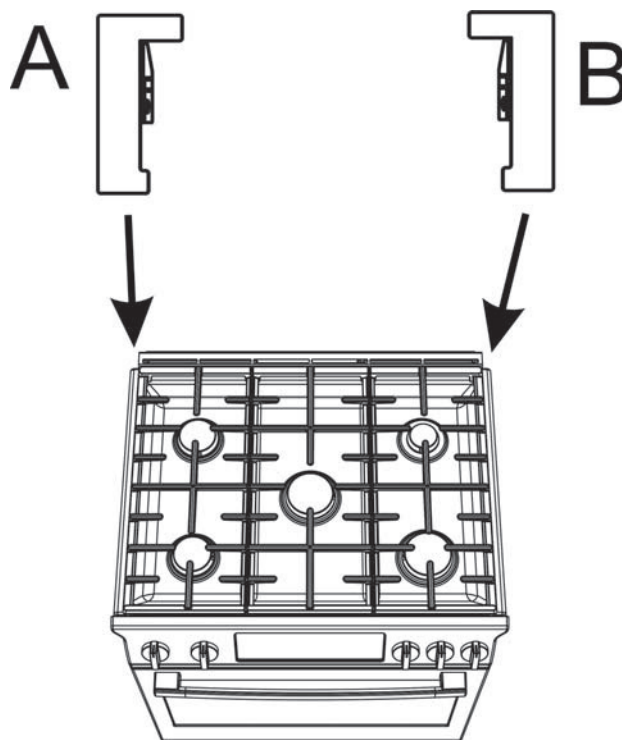
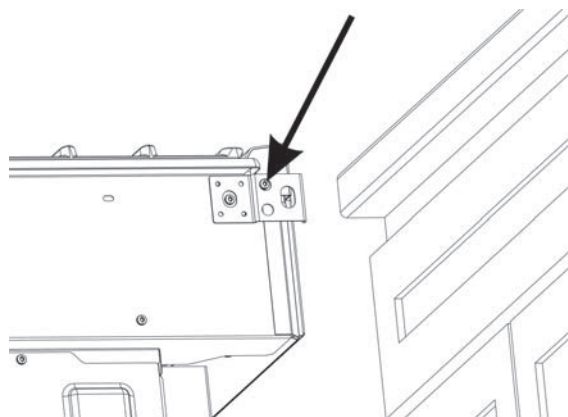

Figure 1 : Identifier les cache-coins droits et gauches
Figure 2 : Emplacement des vis latérales de la garniture arrière
IMPORTANT! Si la cuisinière est déjà installée, peut-on la faire glisser suffisamment vers l'avant pour pouvoir accéder aux vis latérales de la garniture arrière ? Voir Figure 1 : Identifier les cache-coins droits et gauches et Figure 2 : Emplacement des vis latérales de la garniture arrière.
2. Identifiez le cache-coin qui doit être fixé à gauche (A) et à droite (B) à l'arrière de la cuisinière. Voir Figure 1 : Identifier les cache-coins droits et gauches.
3. Faites glisser la cuisinière suffisamment vers l'avant pour pouvoir accéder aux vis de montage latérales de la garniture arrière (voir Figure 2 : Emplacement des vis latérales de la garniture arrière). Lisez l'avis relatif à la *Bonne technique de maintenance* dans la section sur la sécurité du présent manuel.
4. Retirez uniquement les deux vis latérales qui maintiennent la garniture arrière (une de chaque côté); voir Figure 2 : Emplacement des vis latérales de la garniture arrière. Conservez ces vis pour fixer les cache-coins. Si aucune vis ne se trouve à ces emplacements, vous les trouverez dans le nécessaire fourni à cet effet.